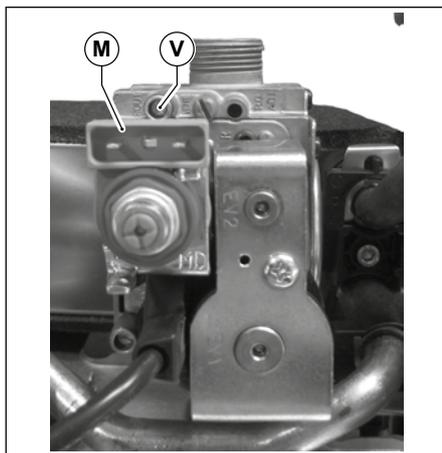

Fig. 40 Toma de presión
- Conectar un manómetro a la toma de presión **V** (ver Fig. 40 Toma de presión).